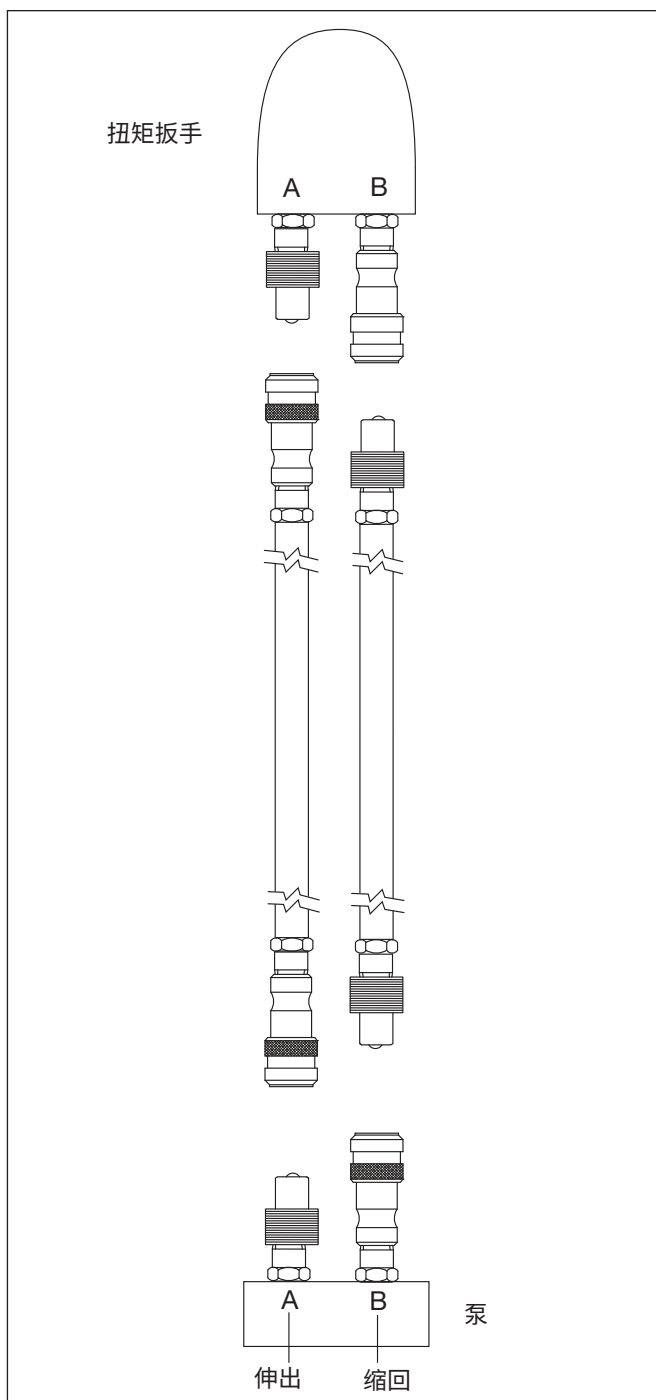

图 4: 连接扭矩扳手
2. 如图 4 所示,将软管连接到扭矩扳手。用手拧紧接头锁环。使用 Enerpac 泵和扭矩扳手组合时,软管和接头的设计使泵推进口只能连接到扳手推进口,泵缩回口只能连接到扳手缩回口。